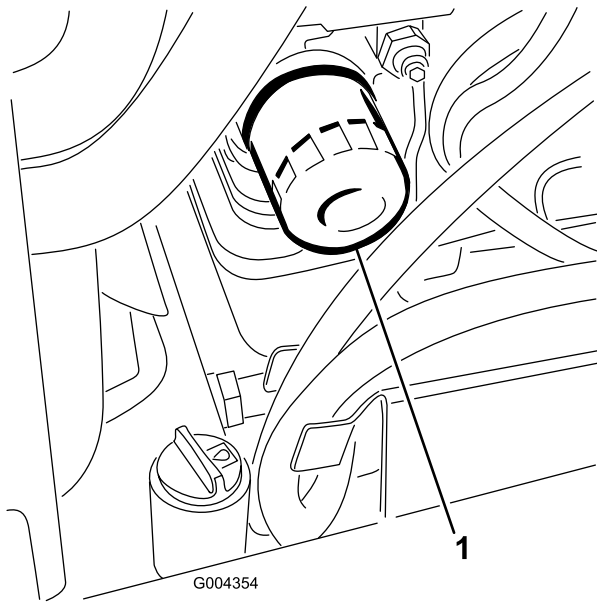

Bild 35
- Entfernen Sie den Altfilter (Bild 35) und wischen Sie die Dichtfläche am Anbaustutzen ab.